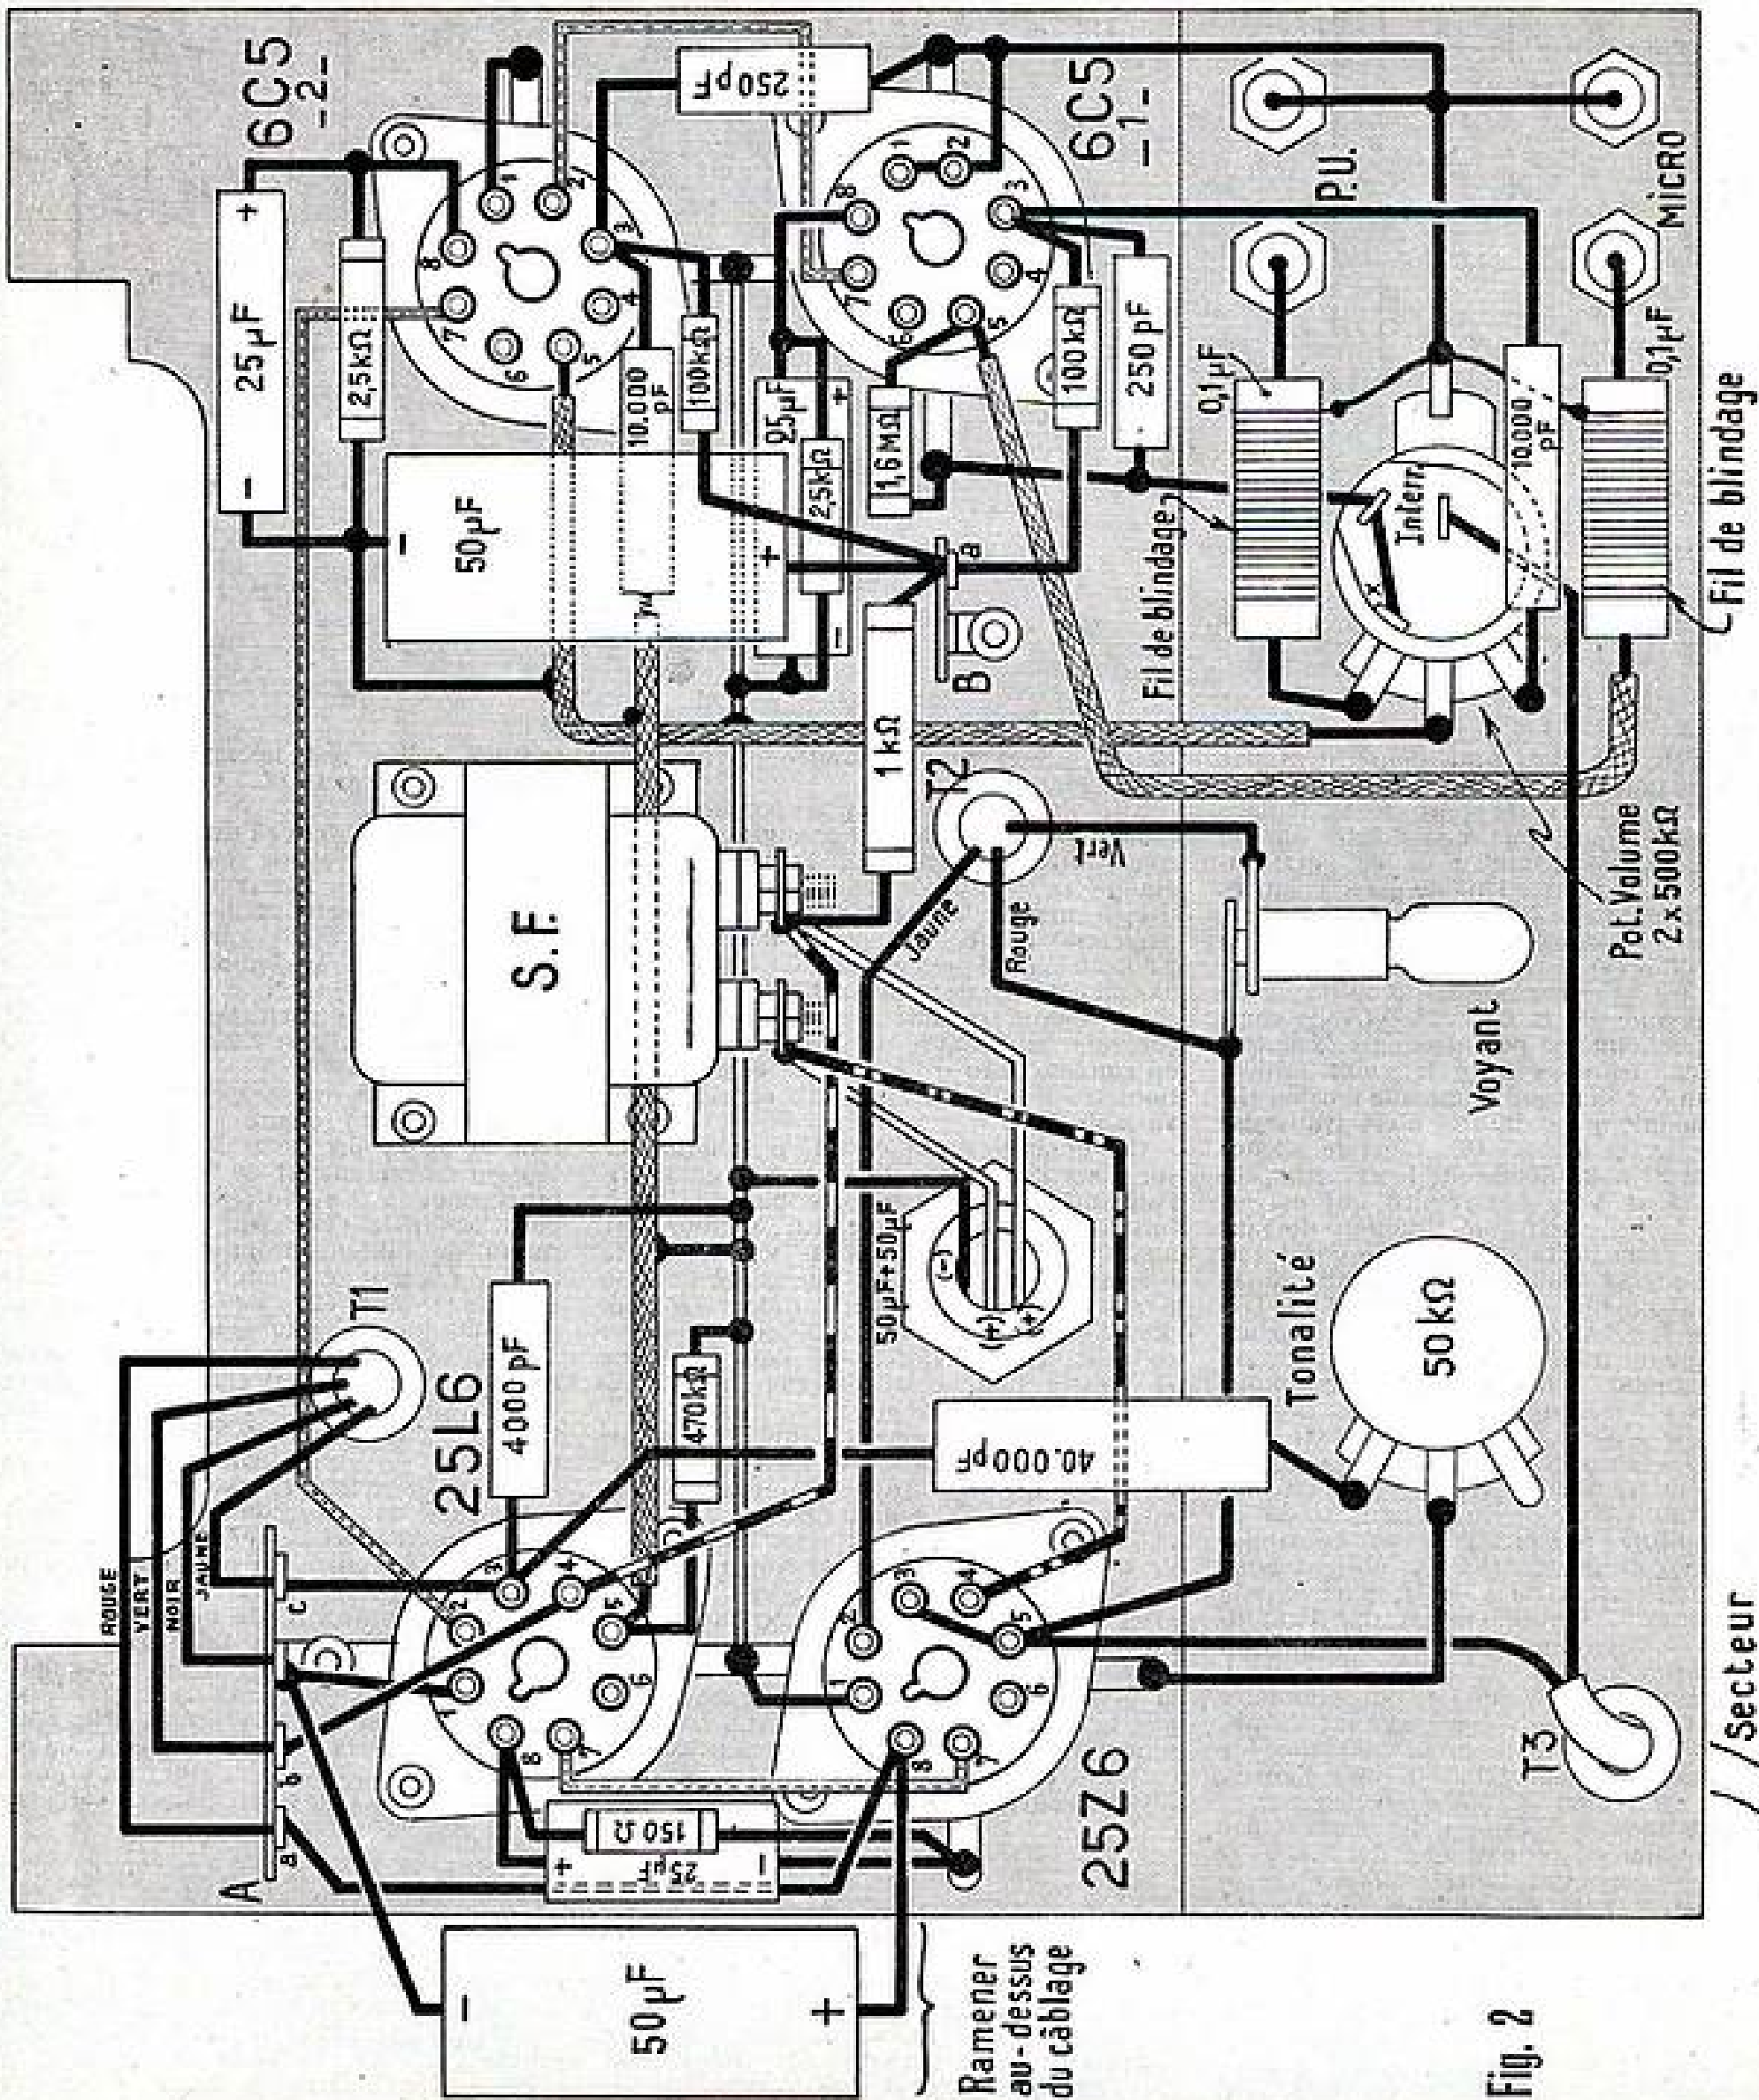

Fig. 2
- 1 châssis selon figure 2.
Sur le châssis en tôle qui sert de support à l'ensemble du montage, on commence par fixer les quatre supports de lampes octal. Le plan de câblage figure 2 montre clairement leur orientation. Si ces supports sont en matière moulée, ils comportent une collerette métallique servant à la
Le câblage est indiqué sur les figures 2 et 3, auxquelles vous devez vous reporter pour suivre les explications que nous allons donner. Le premier fil à poser est la ligne de masse. Elle relie les cosSES de masse des supports 25L6, 25Z6 aux cosSES de masse des supports 6C5. Cette ligne est constituée par du fil nu de forte section (au moins 10/10).
de charge (fig. 2) jusqu'à ce que la tension de crête recharge à nouveau le condensateur. De ce fait, entre chaque demi-période la tension ne retombe plus à zéro et l'ondulation est beaucoup moins prononcée, le condensateur tend donc à combler la différence entre zéro et la tension maximum ou tension de crête.